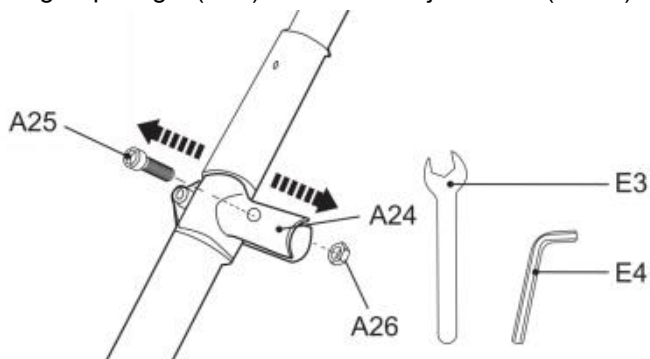

Fig. 1
1. Verwijder de voormonteerde bout (A25) en moer (A26) van de handgreepbeugel (A24) en houd ze bij de hand (Afb. 1).